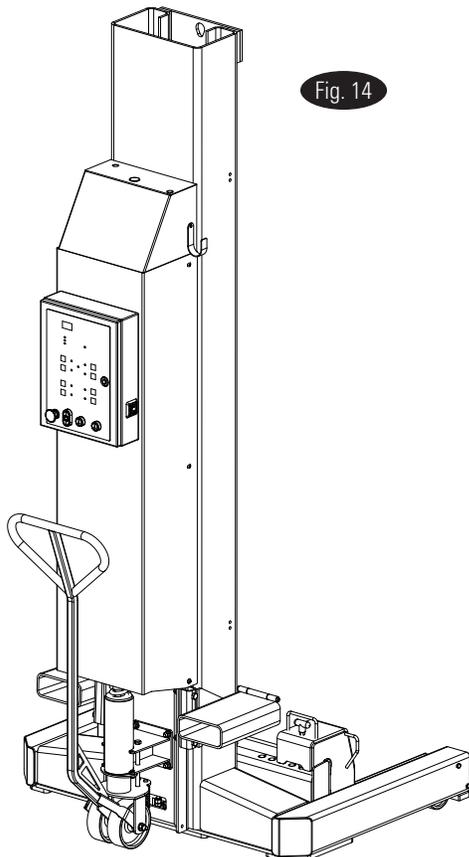

Fig. 14
- b.) El mango de ruedas bloquea las ruedas cuando el mango se gira a la posición vertical, Fig.14.